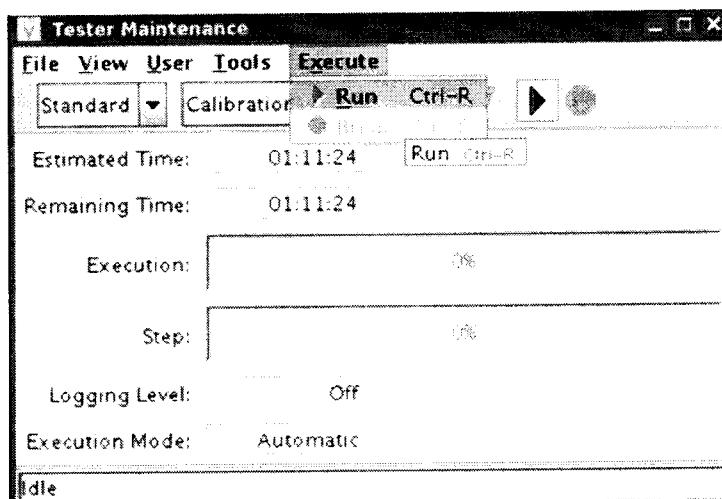

Рисунок 23 –Окно «Tester Maintenance»
7.5.4.11 В окне «Tester Maintenance» в меню «Execute» выбрать пункт «Run» (рисунок 23).